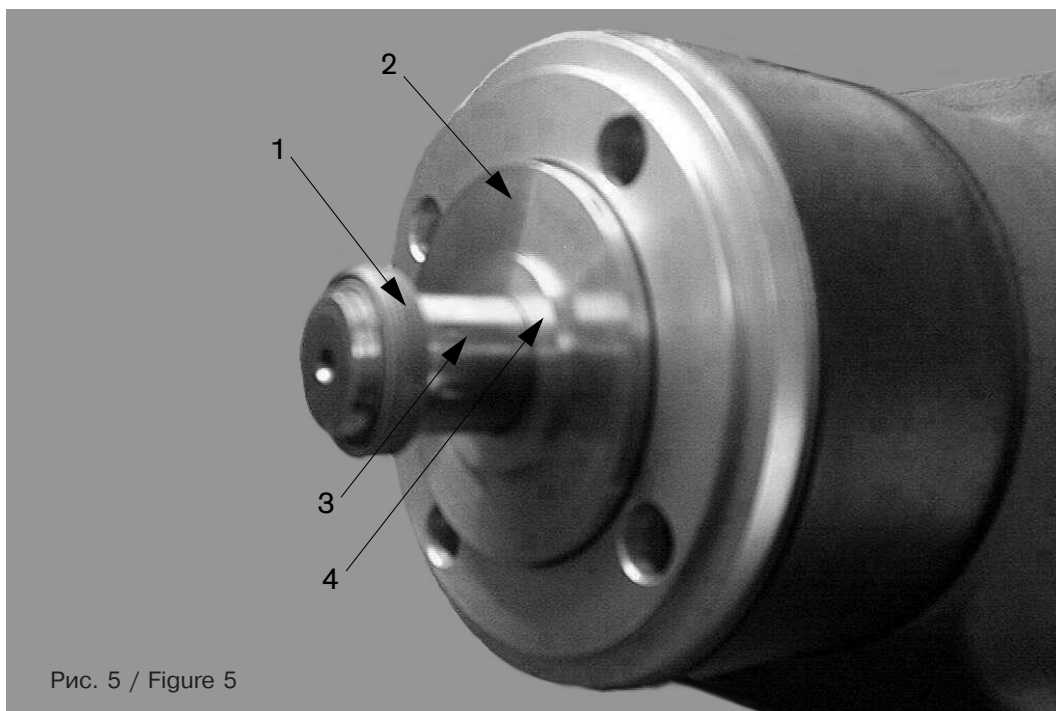

Рис. 5 / Figure 5
- 5 Выньте уплотнитель поршня **1** (см. рис. 5) пальцем или вручную мягким стержнем, свободным от смазок и масел (не используйте отвертку или другие острые инструменты).
- 5 Remove the piston seal **1** (see figure 5) with your finger or with a soft oil-free and grease-free rod by hand (do not use a screwdriver or other sharp tools).